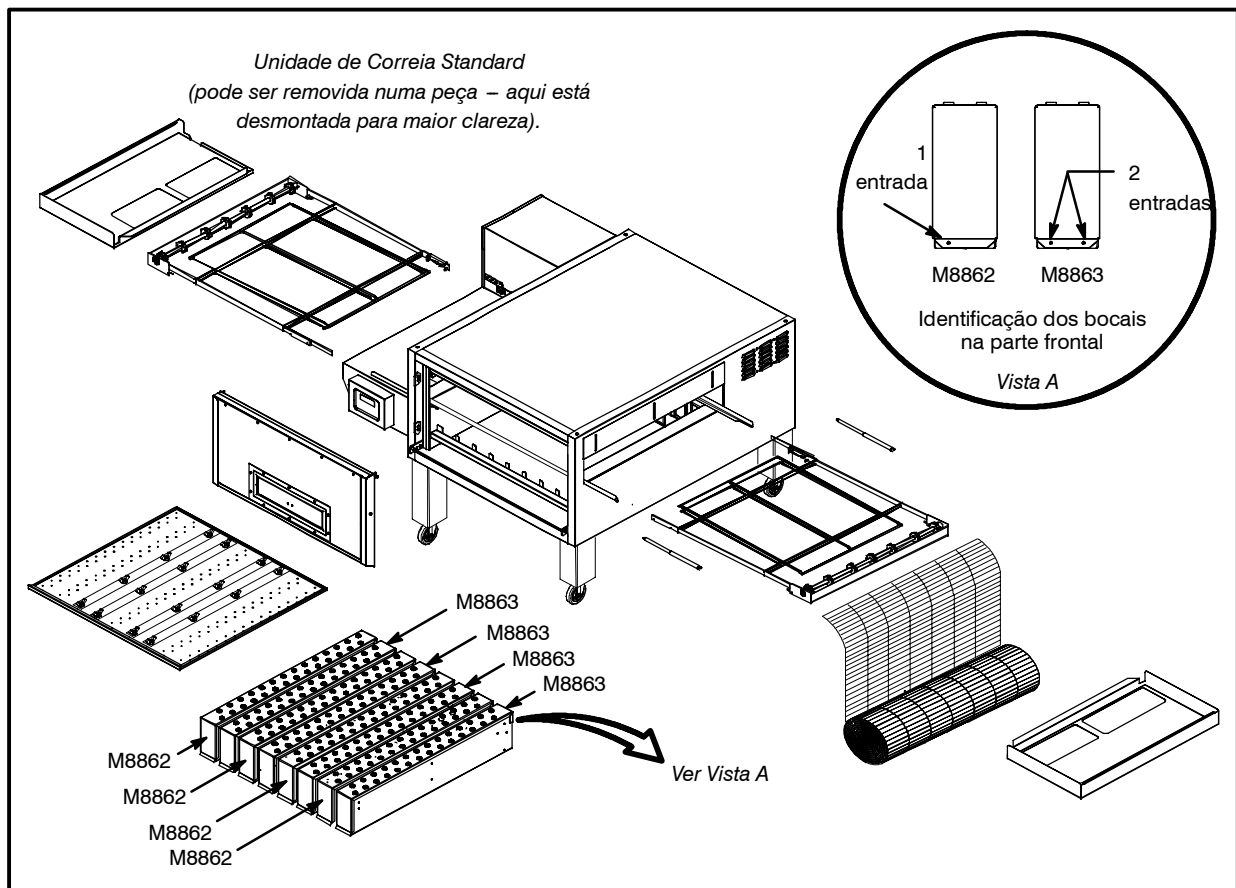

Figura 23
- Solte a correia de um dos lados deslizando. Enrole a correia da forma mostrada na Figura 23. Caso contrário, a correia ficará invertida quando voltar a ser colocada.
13. Volte a montar o forno. Verifique se os bocais são montados na ordem correcta. Ver Figura 23.